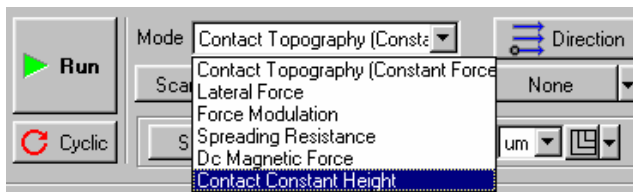
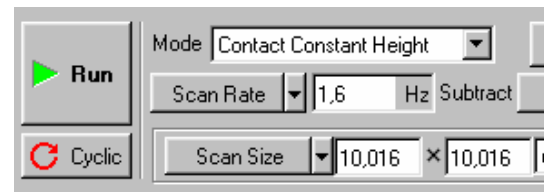

Fig. 3-40
Fig. 3-41
- Set «**Contact Constant Height**» instead of «**Contact topography**» (Fig. 3-40, Fig. 3-41).